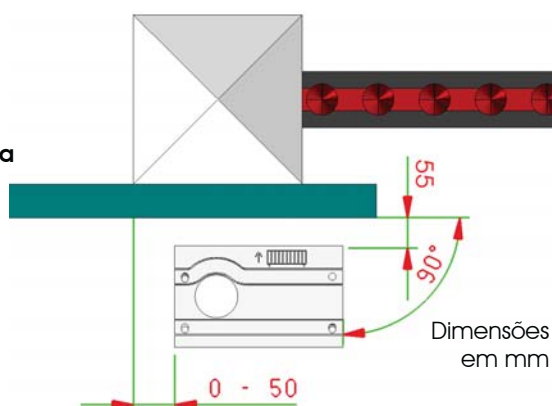

Fig. 6
2. A chapa de fundação deve ser posicionada como na Fig. 5 (fechamento direito) ou Fig. 6 (fechamento esquerdo) para garantir o correto encaixe entre o pinhão e a cremalheira.